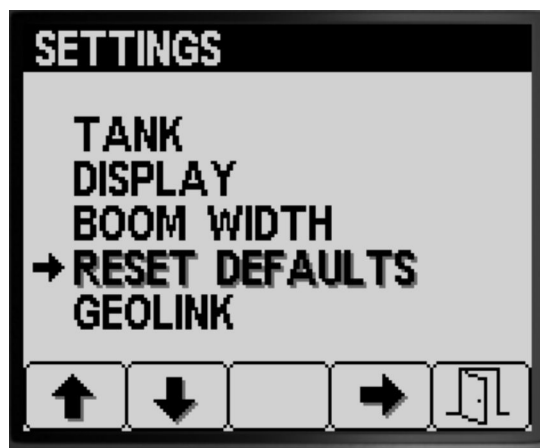

Figura 34
1. Premete il pulsante 2 sulla schermata IMPOSTAZIONI fino a raggiungere l'opzione RIPRISTINO VALORI PREDEFINITI (Figura 34).
2. Premete il pulsante 4 per selezionare la voce RIPRISTINO VALORI PREDEFINITI (Figura 34).